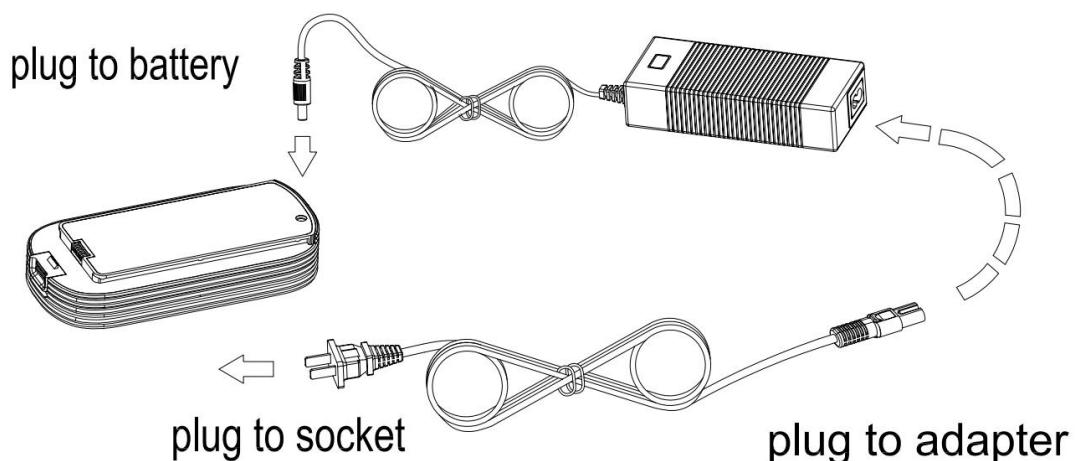

図7--電池単体の充電図
- ① 図7に示すように、交流アダプタを接続してバッテリを充電します；
- ② 図3のように電池を取り出し、図7のように交流アダプタを接続して充電します；